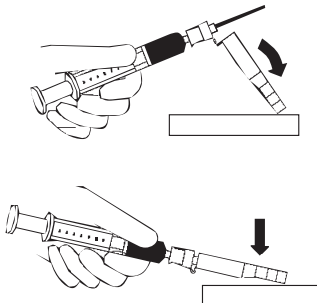

図1
5. 採血後、平らな場所を利用して図1のように片手で針をニードル・プロに装着させます。この際、針先端の血液が飛散する場合があるので、シリンジ内に空気が入らない程度に少しかだけプランジャを引き戻した後、ニードル・プロを装着させます。